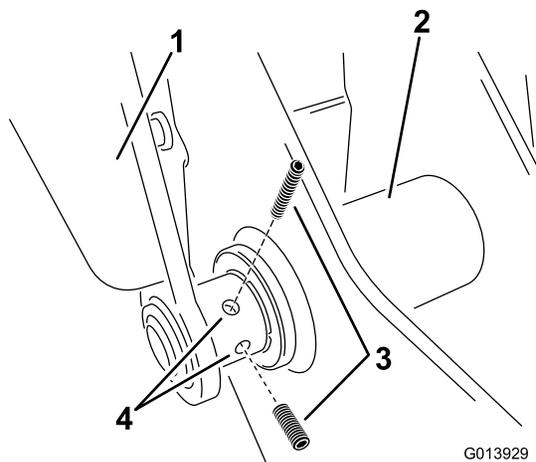

Figura 6
15. Instale dois parafusos no braço esquerdo no ponto inferior da dobradiça (Figura 6).